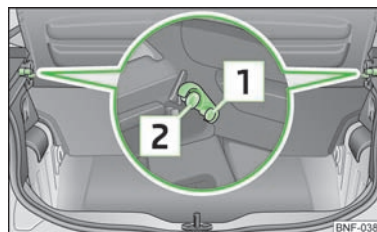

Abb. 41
- » Zum Hochklappen die Gepäckraumabdeckung anheben und in die seitlichen Halterungen [1] » Abb. 41 drücken.
- » Zum Ausbauen die Gepäckraumabdeckung unten aus den seitlichen Halterungen [2] » Abb. 41 herausziehen.
Darauf achten, dass die Gepäckraumabdeckung korrekt in den seitlichen Halterungen [2] » Abb. 41 eingerastet ist - Beschädigungsgefahr der Gepäckraumabdeckung bzw. des Gepäckraums.